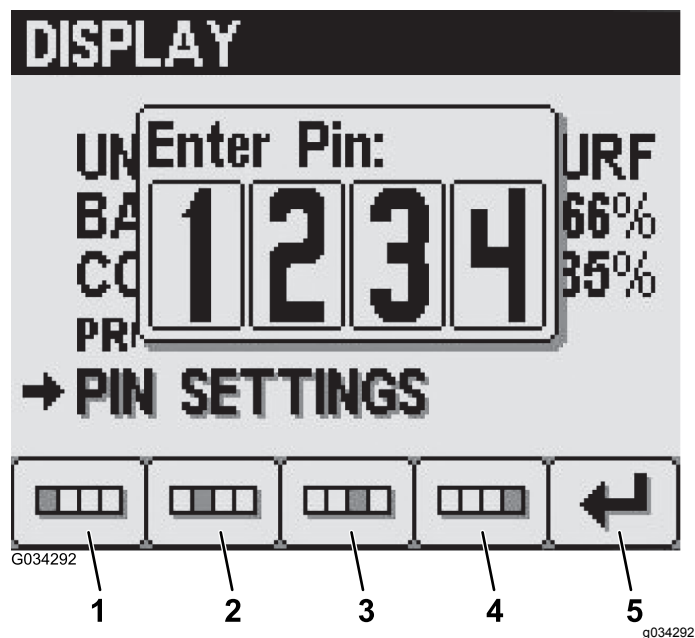

図 30
- ボタン 14 を使って 4 けたの PIN を入力し、入力が完了したらボタン 5 で確定する 図 30。
2. ボタン 14 を使って 4けたの PIN を入力し、入力が完了したらボタン 5 で確定する 図 30。
4. 古いPIN を入力Enter Old PIN という画面で、ボタン 14 を使って現在の 4けたの PIN を入力し、入力が完了したらボタン 5 で確定する 図 30。